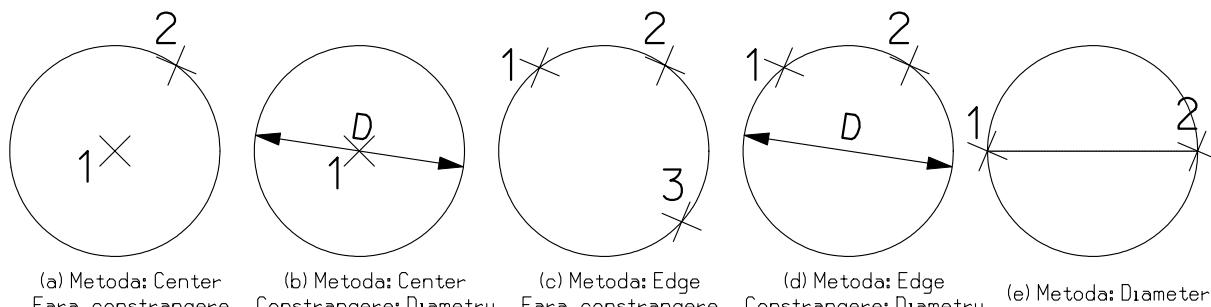

Fig. 4.39
- a) dacă nu se impune constrângerea **Diameter/Radius**, fig. 4.39 \(a\), se necesită un nou TP și/sau DP pentru specificarea razei cercului, ce va fi afișat dinamic asociat mișcării mouse-ului;
- b) pentru impunerea constrângerii, fig. 4.39 \(b\), se selectează constrângerea **Diameter** sau **Radius**, se specifică valoarea în câmpul rezervat și se activează controlul asociat prin CS; completarea acestor controale se poate face și înainte de pasul 2, situație în care numai poziția cercului va fi afișată dinamic, nu și raza;
3. Specificarea prin TP și/sau DP al celui de-al doilea punct al circumferinței cercului; dacă se impune constrângerea razei/diametrului, fig. 4.39 \(d\), se necesită completarea prealabilă a controalelor: selecția constrângerii **Diameter** sau **Radius**, specificarea valorii în câmpul rezervat și activarea controlului asociat prin CS; completarea acestora se poate face și înainte de pasul 2;
4. Specificarea prin TP și/sau DP al celui de-al treilea punct al circumferinței cercului, dacă constrângerea razei sau diametrului nu s-a impus, fig. 4.39 \(c\);
Modul de operare pentru plasarea cercului prin metoda Diameter fig. 4.39 \(e\), impune următorii pași: